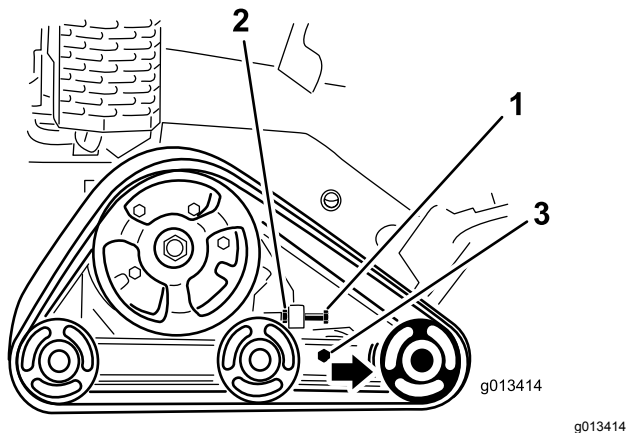

Figura 43
3. Afloje la contratuerca del perno tensor de la oruga, y los pernos de fijación del brazo tensor (**Figura 43**).
4. Apriete el perno tensor a entre 32,5 y 40 N·m para tensar la oruga (**Figura 43**).
4. Afloje el perno tensor y la contratuerca (**Figura 43**).
5. Afloje los pernos de fijación (**Figura 43**).